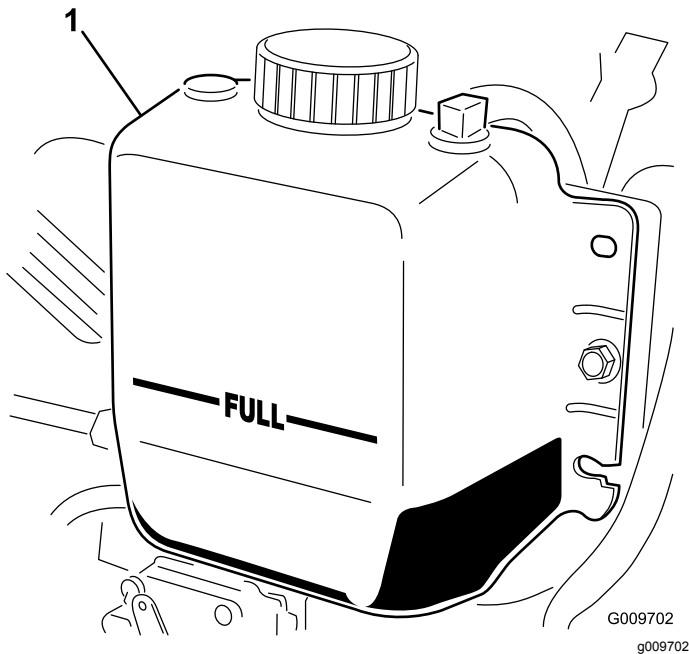

Figura 16
2. Compruebe el nivel de refrigerante del radiador. El radiador debe llenarse hasta la parte superior del cuello de llenado, y el depósito de expansión debe llenarse hasta la marca FULL (lleno) (Figura 16).